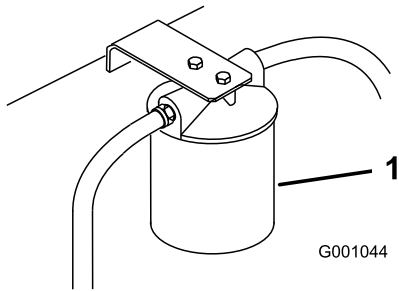

Figure 95
3. Placez un bac de vidange sous le filtre, déposez le filtre usagé et essuyez la surface du joint de l'adaptateur (Figure 95).